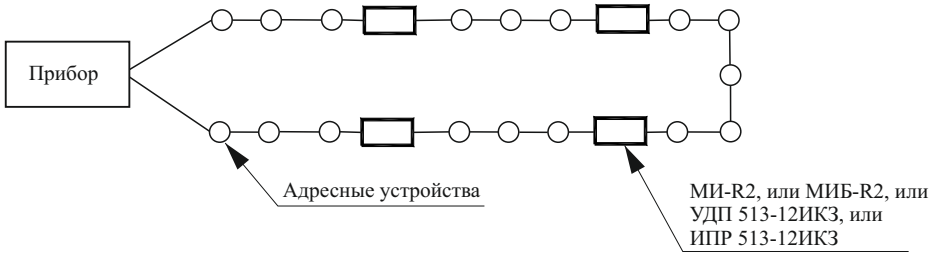

Рисунок 3
- разрывать кольцевую АЛС (рисунок 3) в двух местах установки изоляторов (как изоляторов в извещателях, так и самостоятельных устройств). Это локализует участок между изоляторами и оставляет работоспособными участки АЛС между выходами прибора и сработавшими изоляторами;